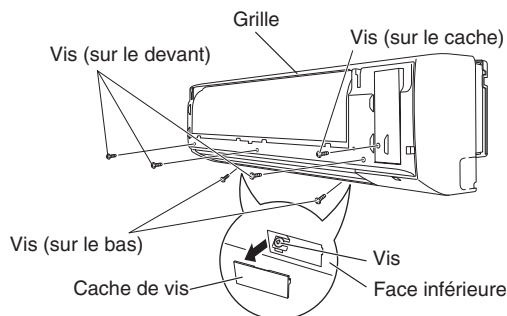

Fig. 3-13
- (3) Déposer les 3 vis sur le devant de l'unité et enlever les caches de vis sur la face inférieure. Ensuite, déposer les 2 vis. (Fig. 3-13)
- (4) Déposer la vis sur la plaque de cache du côté droit et enlever le cache. (Fig. 3-13)